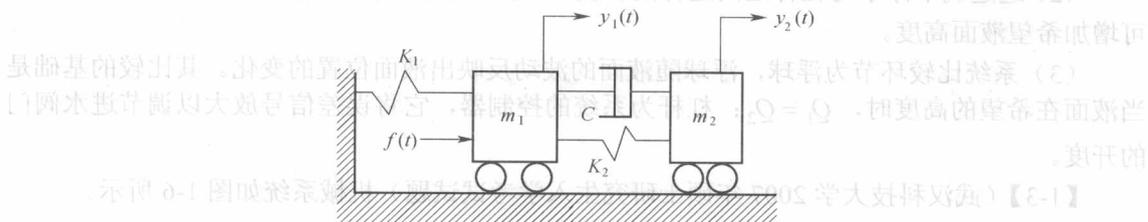

图 1-4
**【1-1】** (武汉大学 2008 年硕士研究生入学考试试题) 自由度质量—弹簧—阻尼系统如图 1-4 所示，试求：
- (1) 建立该系统的动力学方程，其中  $f(t)$  为输入的作用力。
- (2) 若质量  $m_1$  可忽略不计，求系统传递函数  $Y_2(s)/F(s)$ 。